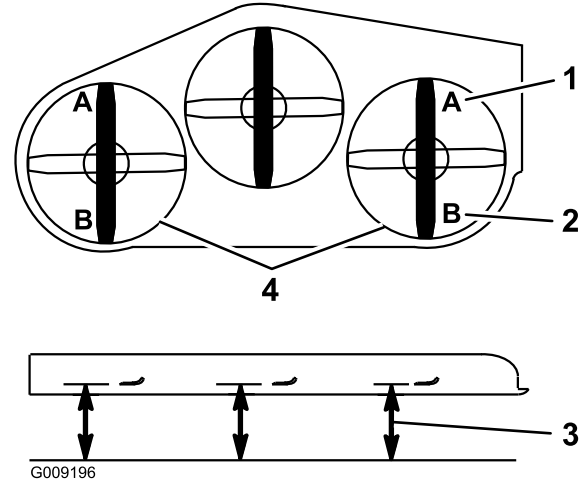

Figura 113
9. En ambos lados de la carcasa, mida desde la superficie nivelada hasta la punta delantera de la cuchilla (Posición A), según se muestra en la Figura 113.
15. En ambos lados de la carcasa, mida desde la superficie nivelada hasta la punta trasera de la cuchilla (Posición B), según se muestra en la Figura 113.